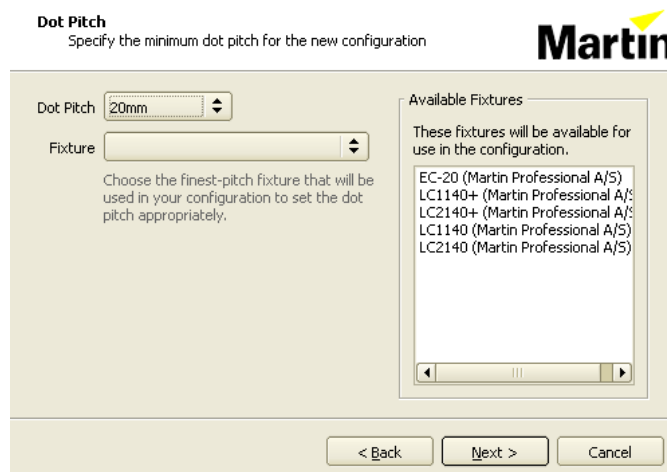

Рисунок 6: Окно настройки размера точки
5. См. рисунок 6. Далее либо выбрать самый малый размер, который будет использоваться для установки, в окне выбора **Dot Pitch (Размер точки)** или выбрать панель с самым малым размером, которую Вы будете использовать в окне выбора **Fixture (Устройство)** для автоматической настройки размера точки.